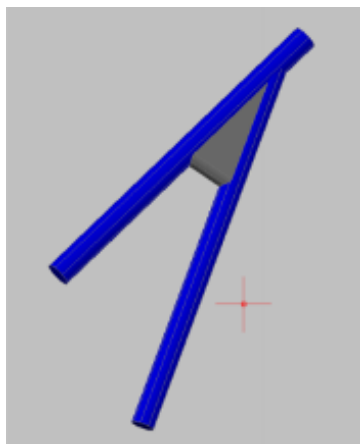

Figura 5
**Gușeu** (Figura 5) = ranforsarea unei îndoituri a țevii sau a zonei de îmbinare a două sau mai multe țevi, care formează roll-cage-ul.